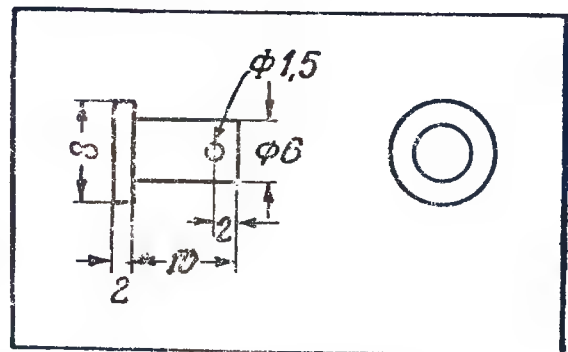

Рис. 20. Ось фрикционного крепления
12. Ось фрикционного крепления (рис. 20) делается из стали; плоскость торца зашлифовывается и вся ось закаливается.
Шпилька изготавливается из проволоки или гвоздя, служит для удержания шайбы и сжатой пружины на оси фрикционного крепления. Шпилька вставляется в отверстие (диаметром 1,5 мм) на оси (рис. 20).